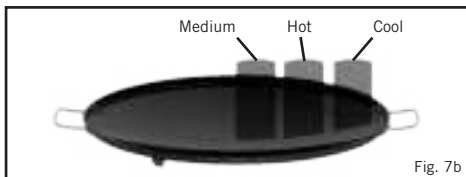

Fig. 7b
- Tilberedelsestemperaturen kan lettjusteres til å passe til dit behov ved å dreie styreknappen (K) og regulere varmegraderne. En af funksjonene hos Skottel BBQ er, at den tilbyr forskjellige varmesoner (se fig.7b). Dette er veldig nyttig ettersom noen levetsmidler blir kok fortere enn andre, og den mat, det er innenst ferdig, således kan flyttes til kjøligere områder på fatet og holdes varm, mens resten av maten lages ferdig.